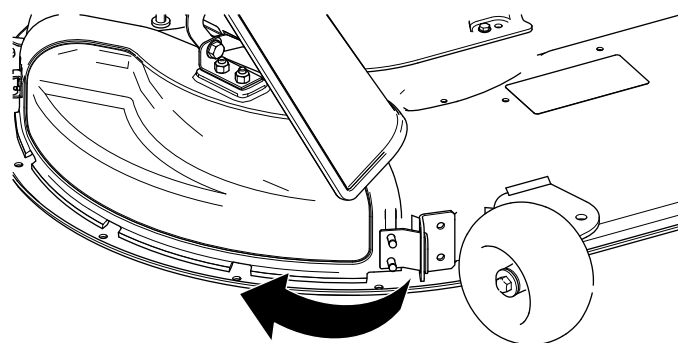

Рисунок 14
4. Наклоните крышку выброса назад и в сторону деки так, чтобы она была совмещена с декой газонокосилки (Рисунок 14).